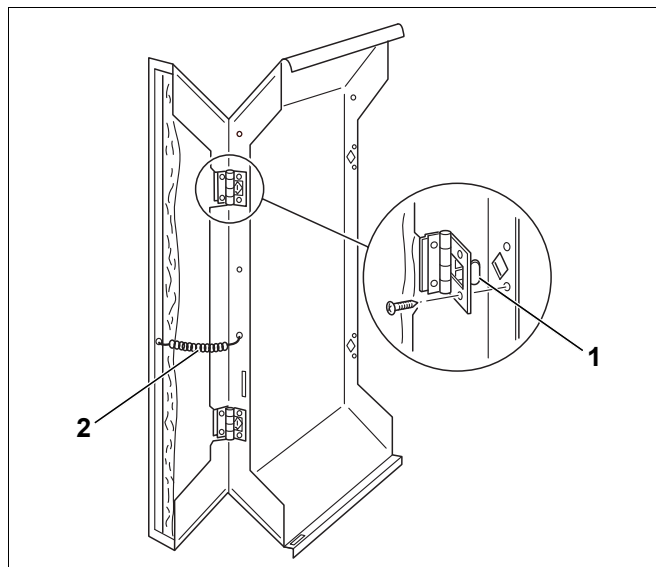

Bild 49 Seitenwandklappen montieren
- Haken der Scharniere (Bild 49, **Pos. 1**) an der Seitenwandklappe in die Ausstanzung der vorderen Seitenwand einhängen und mit Blechschrauben sichern.
- Zugfeder (Bild 49, **Pos. 2**) in die Seitenwand und in die Seitenwandklappe einhängen.